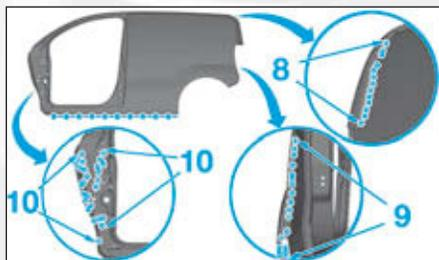

FIG. 181
- en (8), (9) et (10) au Ø 6,5 mm pour soudage ultérieur par points bouchons MAG (Fig.181).